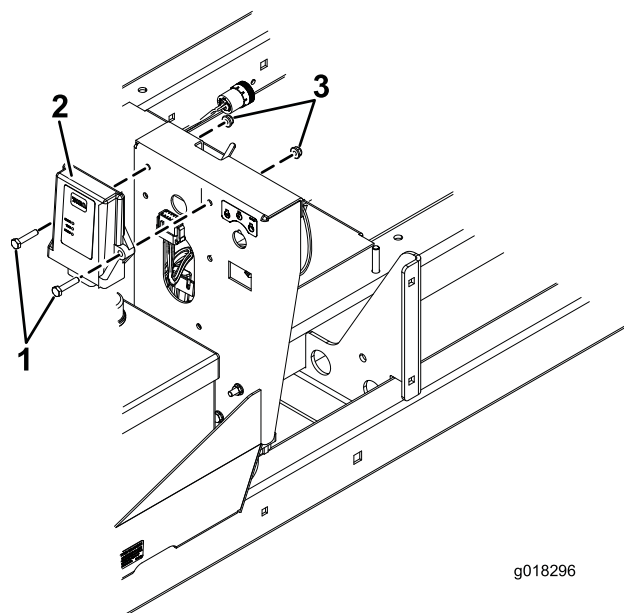

Figura 3
6. Montate il nuovo ricevitore sulla parte anteriore del telaio con (2) viti da 1/4 x 1-1/4 pollici e dadi flangiati da 1/4 pollici (Figura 3).